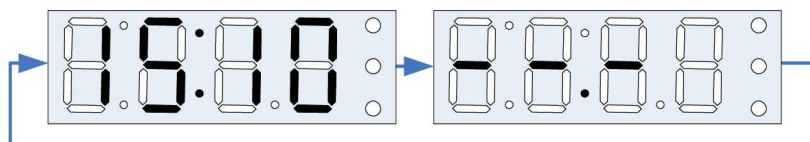

Рис.33
4.3.12 Если скорость прохождения СОД не определена, то на индикаторе периодически отображается время регистрации (часы и минуты) и прочерки, как показано на Рис. 33.